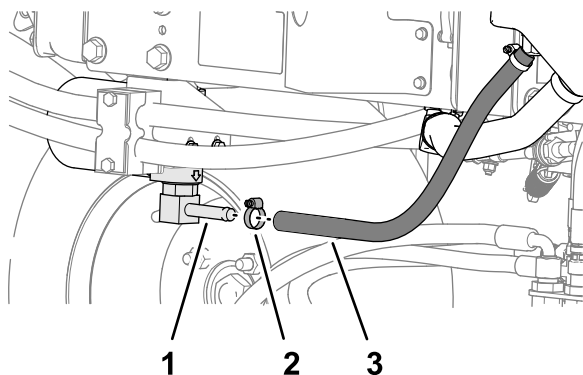
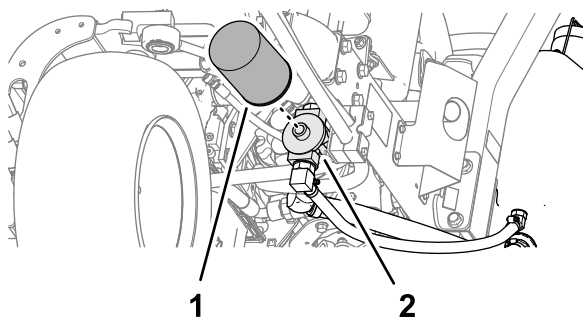

Рисунок 89
Рисунок 90
- Отсоедините гидравлический шланг (Рисунок 89) или снимите гидравлический фильтр (Рисунок 90) и дайте гидравлической жидкости стечь в сливной поддон.